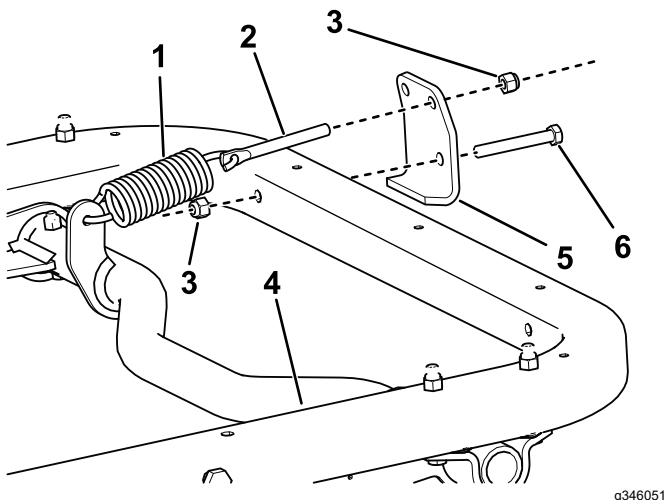

Bild 6
Hinweis: Positionieren Sie die Federstange wie in Bild 6 dargestellt.
- Hinweis:** Positionieren Sie die Federhalterung wie in Bild 6 dargestellt.